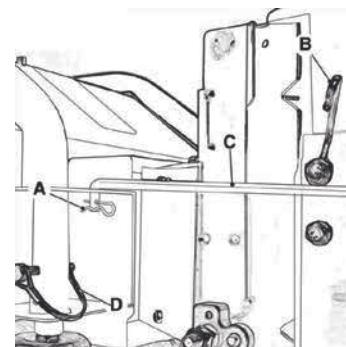

Рисунок 11
- Снимите штифт В (рисунок 11 А) с направляющей штанги (рисунок 11 С);
- Вытяните направляющую штангу (рисунок 11 С) из устройства.
- Положите направляющую штангу (рисунок 11 С) на крюк, чтобы предотвратить её падение.
- a) Снимите направляющую балку (рисунок 11 С) с крюка (рисунок 11 В).
- b) Снимите штифт (рисунок 11 А) на направляющей балке (рисунок 11 С).
- c) Выжмите направляющую балку (рисунок 11 С) в отверстие насадки подметальной машины.
- d) Установите штифт (рисунок 11 А) в направляющую балку (рисунок 11 С).